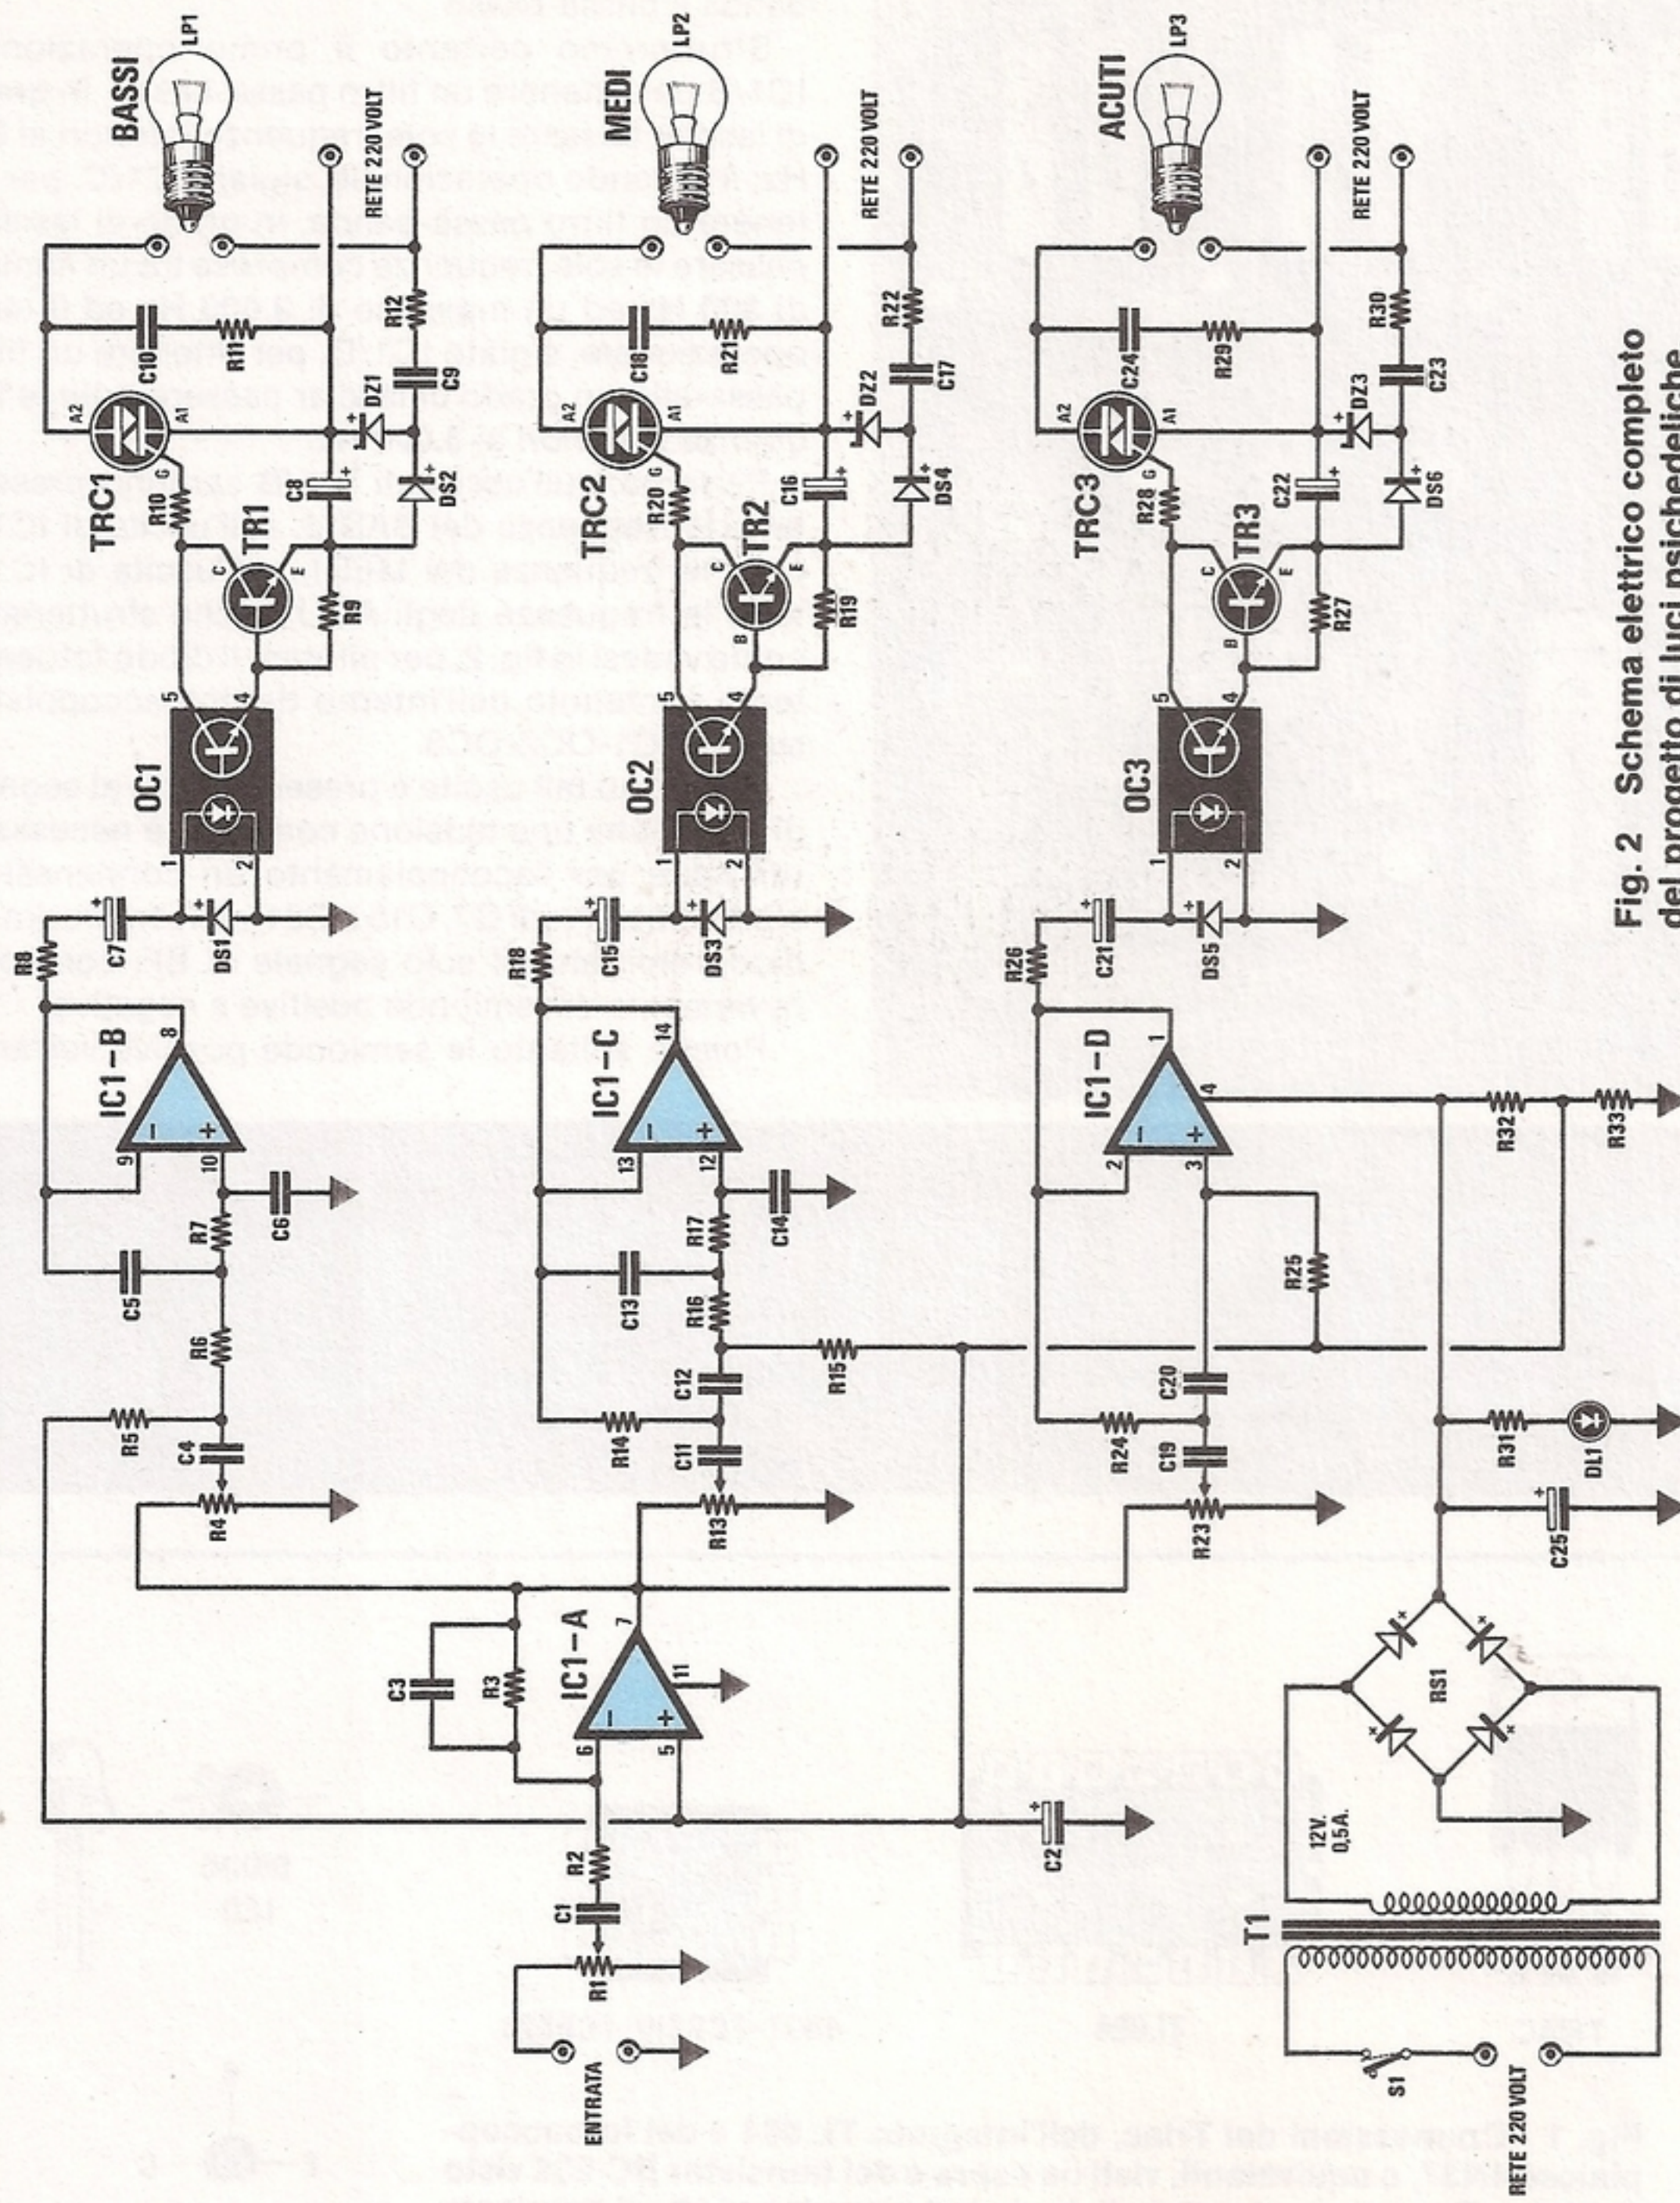

Fig. 2 Schema elettrico completo del progetto di luci psichedeliche.
Pertanto, sull'uscita di IC1/B saranno presenti tutte le frequenze dei BASSI, sull'uscita di IC1/C tutte le frequenze dei MEDI, sull'uscita di IC1/D tutte le frequenze degli ACUTI, che sfrutteremo, come vedesi in fig. 2, per pilotare il diodo fotoemittente contenuto nell'interno dei fotoaccoppiatori siglati OC1-OC2-OC3.
**Fig. 2** Se nella stanza non è presente nessun vapore venefico, tra il filamento ed il catodo esisterà una resistenza ohmmica di circa 150.000 ohm, quindi ai capi della resistenza da 1.200 ohm sarà presente una tensione di circa 0,12 volt.